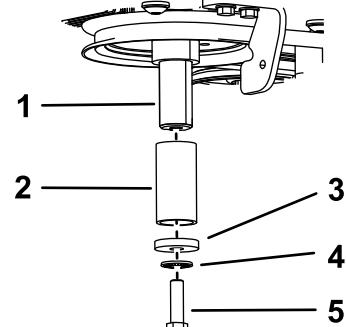

Figura 78
- C. Aplique compuesto antigripante al cigüeñal, y luego instale el perno, la arandela, la arandela de muelle y un espaciador (Pieza Toro Nº 136-5411) en el eje (Figura 78).